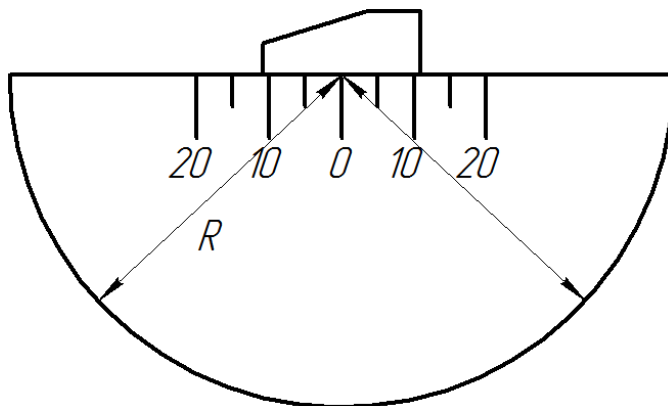

Рисунок 2.61 – Установка преобразователя на образец СО-3
1. Установить преобразователь, через слой контактной жидкости, на образец СО-3 так, чтобы точка выхода луча УЗК совпала с нулевой отметкой образца (рис. 2.61).